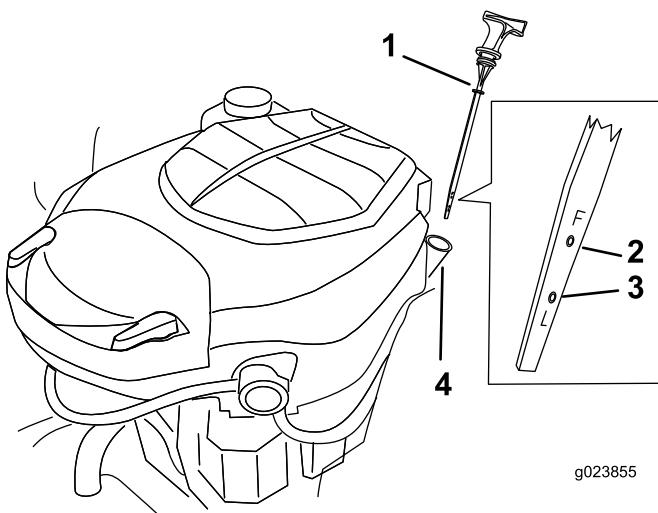

Figura 29
- Retire la varilla de aceite; límpiela con un trapo (Figura 29). Vuelva a introducir la varilla en el tubo.
- Retire la varilla y compruebe el nivel de aceite (Figura 29).
- Retire el tapón de llenado/varilla (Figura 29).
13. Vierta lentamente un 80% aproximadamente de la cantidad especificada de aceite por el tubo de llenado (Figura 29).
14. Instale el tapón de llenado/varilla (Figura 29).
15. Compruebe el nivel de aceite (Figura 29); consulte Verificación del nivel de aceite.
17. Instale el tapón de llenado/varilla (Figura 29).